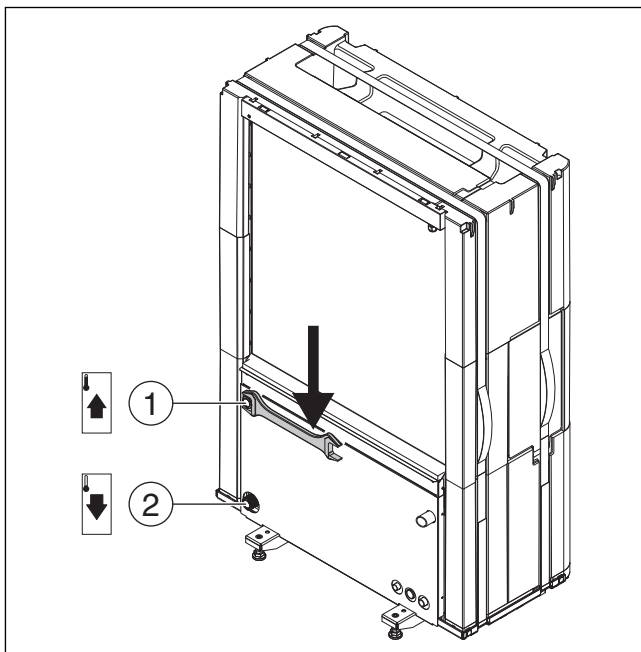

Fig. 15 Tilkoblinger av varmeoverføringsrørene, gjelder for alle størrelser
- ▶ Koble turledning til den innvendige enheten fra varmebærerutgangen til varmepumpen (→ [1], fig. 15).
- ▶ Koble returledningen til den innvendige enheten til varmebærerinngangen til varmepumpen (→ [2], fig. 15).
- ▶ Stram tilkoblingen til varmebærerøret med et tiltrekkingsmoment på 120 Nm. Rett kraft nedover (→ fig. 15), for å unngå skeiv belastning av kondensatoren. Hvis tilkoblingen ikke er ordentlig tett, kan tilkoblingen strammes med et tiltrekkingsmoment på opptil 150 Nm. Hvis tilkoblingen fortsatt ikke er tett nok, tyder dette skade at det er en skade på tetningen eller tilkoblet rør.